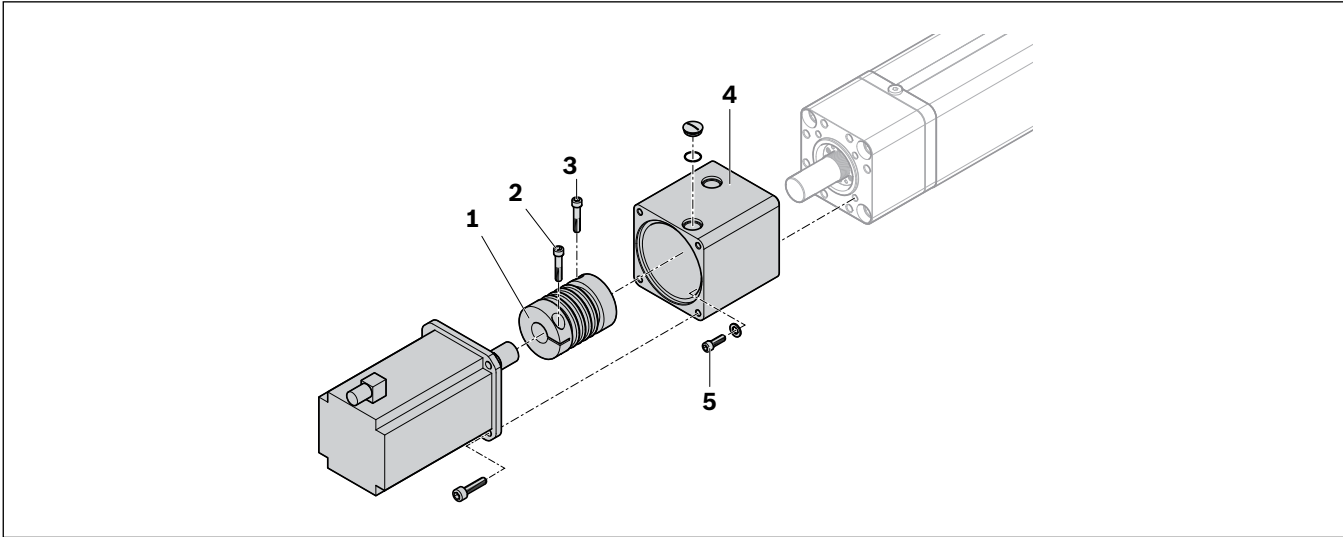

Fig. 16: Flansch mit Kuplung montieren
6. Motor in Zentrierung von Flansch und Kupplung stecken ➡ Fig. 16 auf Seite 20.
8. Befestigungsschraube (2) der Kupplung auf der Motorseite mit Anziehdrehmoment M_A festziehen ➡ Tabelle 12 auf Seite 21.
9. Falls nötig zum Festziehen der zweiten Schraube (3) Bremse am Motor lösen und Kolbenstange verfahren, damit sich der Spindelzapfen dreht.